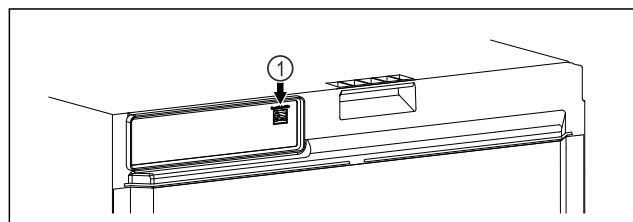

Fig. 109
- SmartModule Fig. 109 (1) er indsat.